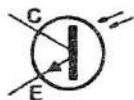

Fig.5
- FIG. 5 - DETALHES QUANTO AOS COMPONENTES OPTO-ELETRÔNICOS - Aqui em APE sempre procuramos dar o máximo de peso às informações visuais (desenhos, fotos, diagramas, ilustrações...), pela simples razão dessa forma de comunicação ser a mais direta e a que deixa a menor margem de dúvidas... Um caso típico dessa necessidade é o que se refere às aparências e funções do LED infra-vermelho e do foto-transistor... O jeito externo dos dois é extremamente parecido, ensejando confusões outrocás inad-